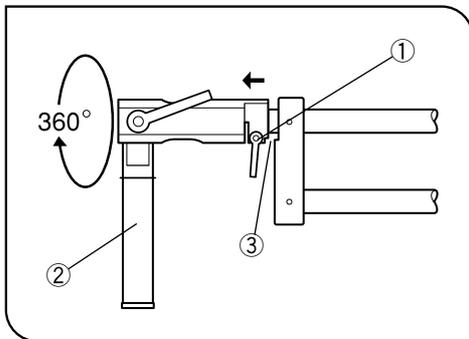

図 22
7) 水平軸回転クランプレバー①をゆるめることにより取付軸②を水平軸に対して回転させることができます。
クランプレバー①をゆるめ、先端部を2~3mm引抜くと回転止め部③が外れますので必要な位置まで回転させて、レバーを強く締めて固定してください。(図22)
a) 水平軸回転クランプレバー①をゆるめ、アーム先端部を2~3mm引抜いて180°回転させ取付軸②を上向きにします。
次にアーム先端部を確実に回転止めに押付け、クランプレバー①を締付けます。(図22,23)